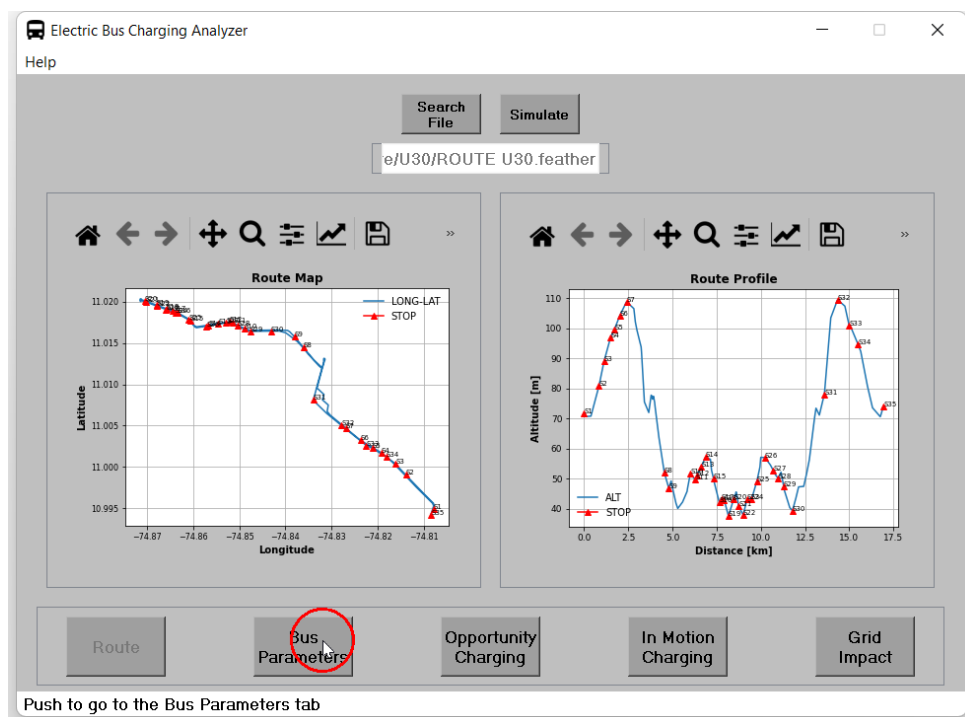

Figura 20: Visualización de resultados y cambio de ventana.
4. Finalmente, luego de obtener las gráficas de la simulación, se puede pasar a la siguiente pestaña presionando el botón **Bus Parameters** tal como se muestra en la figura 20.